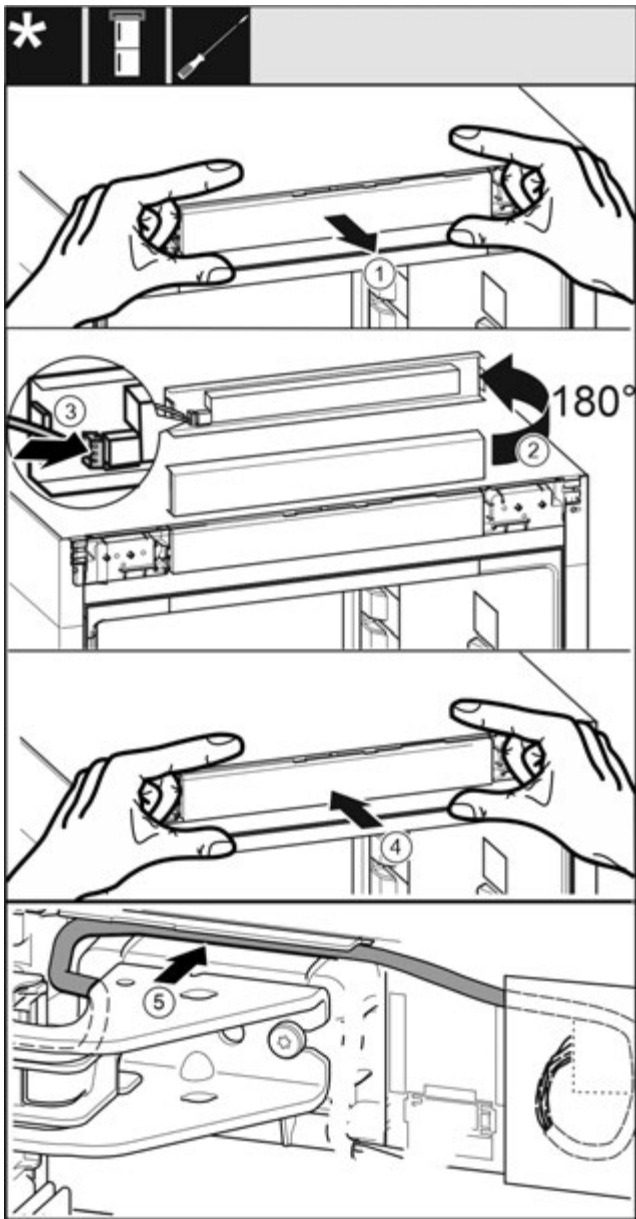

Fig. 43
- ▶ Обережно витягніть невелику панель керування. Fig. 43 (1)
- ▶ Поверніть панель на 180° вгору. Fig. 43 (2)
- ▶ Зафіксуйте штекер на невеликій панелі керування. Fig. 43 (3)
- ▶ Знову зафіксувати невелику панель керування на пристрої. Fig. 43 (4)
- ▶ Обережно розташуйте сірий кабель в направляючій над верхнім опорним кронштейном. Fig. 43 (5)